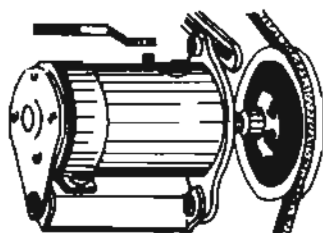

Fig. 4
- a Desconecte los conductores y marque su posición (fig. 4).